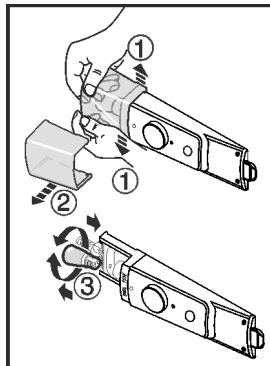

Fig. 3
- Staccare la copertura della lampadina dalla parte interna anteriore, Fig. 3 (1) come in figura, e metterla da parte Fig. 3 (2).
- Sostituire la lampadina. Fig. 3 (3)